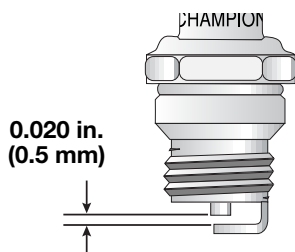

Fig. 28
3. Cambie las bujías que estén rajadas, sucias o deterioradas. Fije la separación de aire a 0,5 mm (0,020 pulgadas) utilizando un calibrador (Fig. 28).